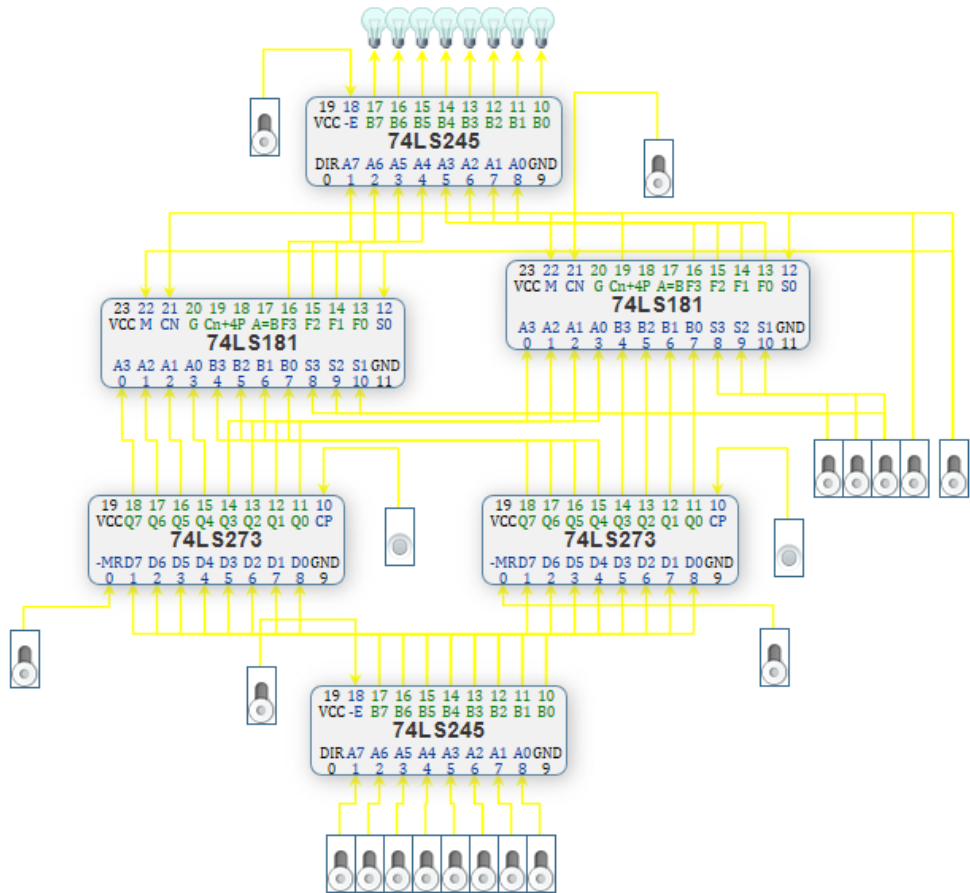

图 2.2 运算器虚拟实验电路
1. 运行虚拟实验系统，按照图 2.1 绘制运算器实验电路，生成实验电路如图 2.2 所示：